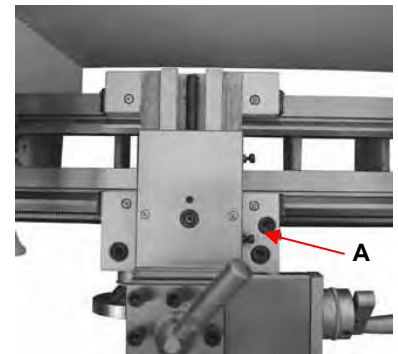

Abb. 10
4. Schlittenverriegelung (Abb. 10)
Drehen Sie die Inbusschraube (A, Abb. 10) im Uhrzeigersinn und ziehen Sie sie fest, um sie zu verriegeln. Drehen Sie sie gegen den Uhrzeigersinn und lösen Sie sie, um sie zu entriegeln.